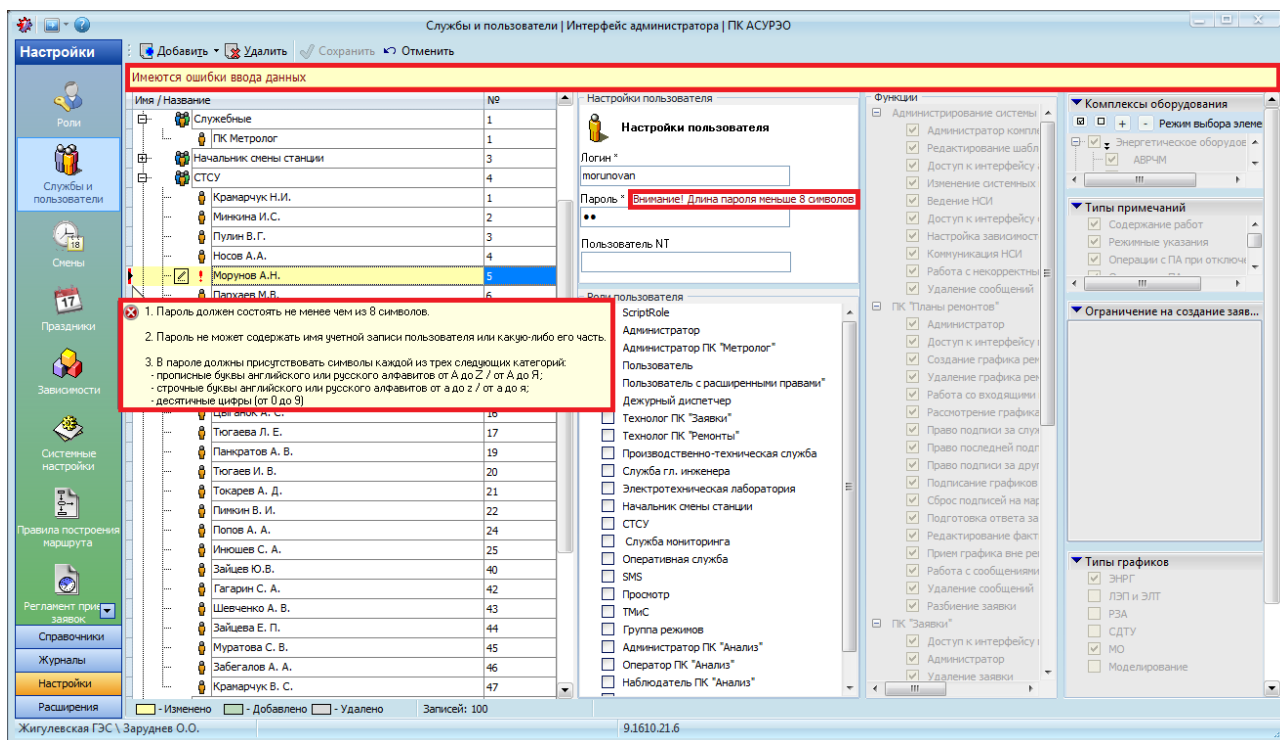

Рисунок 7.35 – Ошибка при вводе пароля пользователя
- в поля «Логин» и «Пароль» вводится учетное имя пользователя и пароль, которые используются для входа в АСУРЭО. Учетное имя должно быть уникальным для каждого пользователя АСУРЭО. После создания и сохранения нового пользователя изменение учетного имени не доступно. Длина пароля должна составлять не менее восьми символов. Пароль пользователя не должен совпадать с его учетным именем. В случае ввода неправильного пароля отображается сообщение «Внимание! <Причина ошибки ввода пароля>», в строке пользователя появляется красный индикатор, при наведении на который появляется сообщение об ошибке. (Рисунок 7.35);